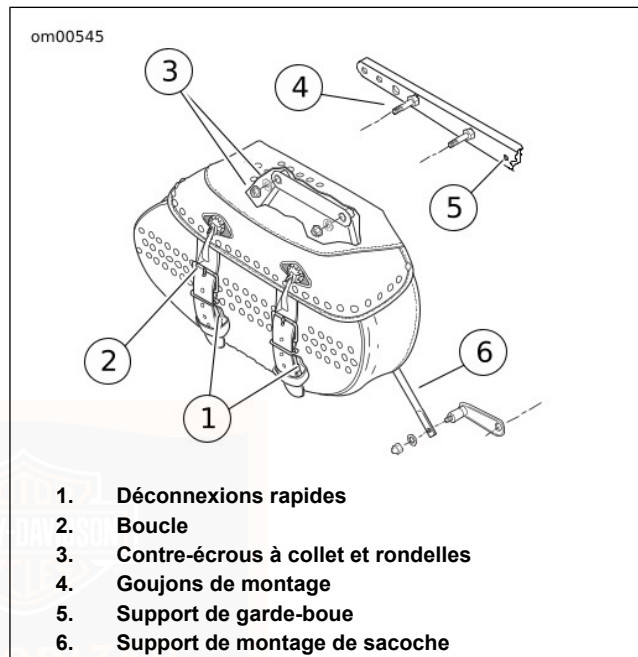

Figure 15. Ensemble de sacoche : FLSTC illustré
1. Voir Figure 15. Déboucler les lanières de sacs.
1. Voir Figure 15. Aligner la sacoche avec les trous de montage sur le support de garde-boue.